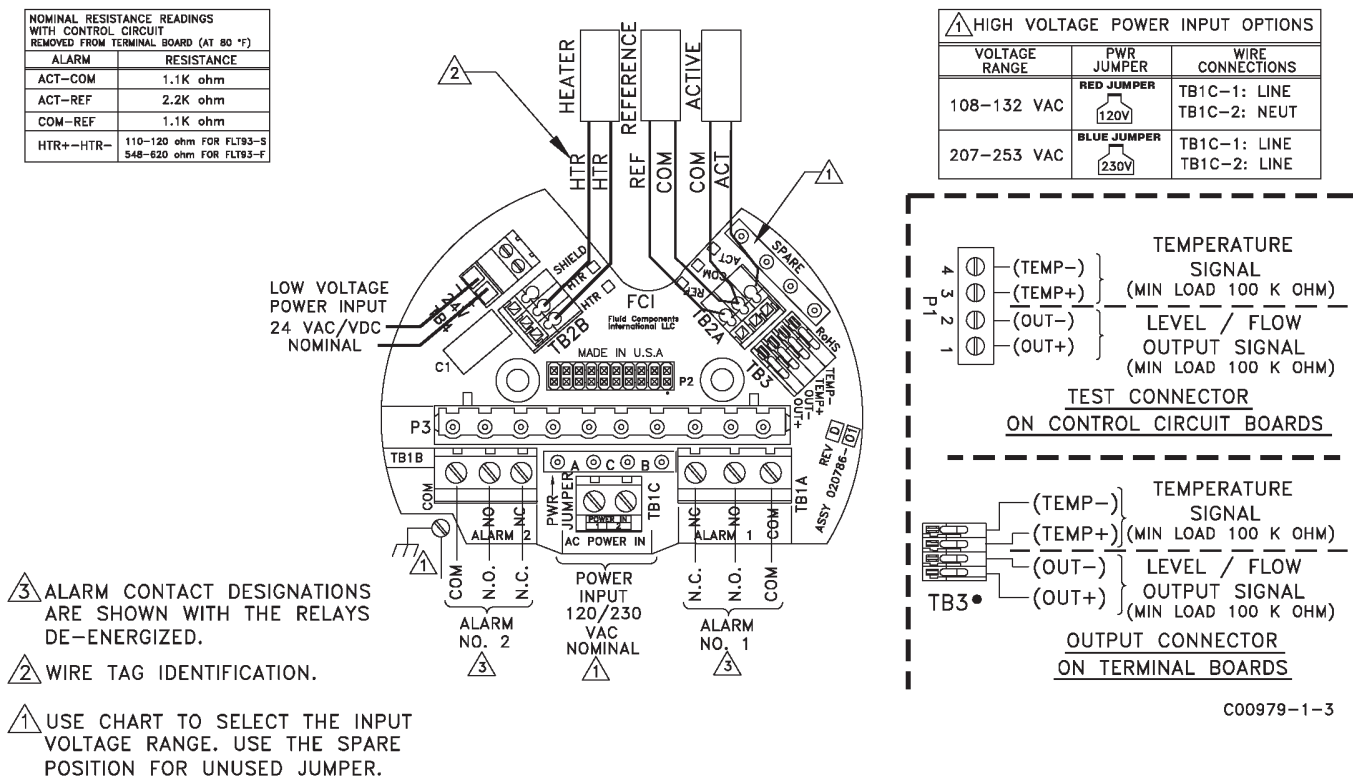

Figura 2-8 Diagrama da fiação local
- Ao conectar a fiação do relé, faça-o com total entendimento daquilo que o processo requer do instrumento. O instrumento tem contatos SPDT duplos ou DPDT simples na saída do relé, dependendo da configuração da ponte para cada ponto de comutação do alarme. Para os terminais e lógica do relé, consulte a Figura 2-8. Consulte também as Tabelas 3-5 e 3-6 na Seção 3 - Operação. Os contatos do relé são mostrados com os relés desenergizados.